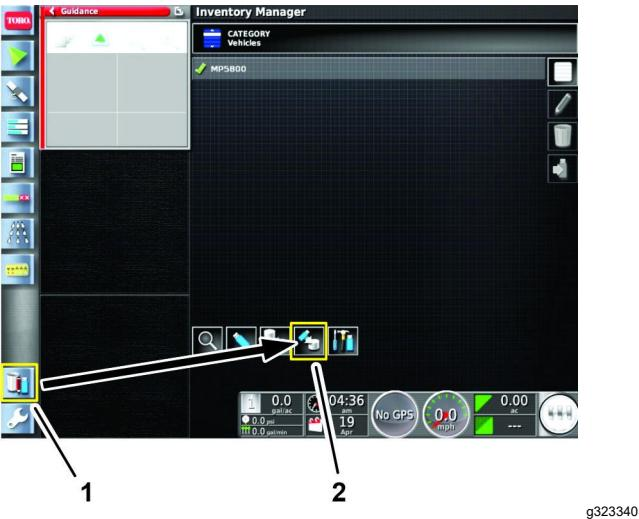

Figura 16
- Pulse el ícono ADMINISTRADOR DE INVENTARIO (Figura 16).
3. En la parte inferior de la pantalla, pulse el icono IMPORTAR DATOS (Figura 16).